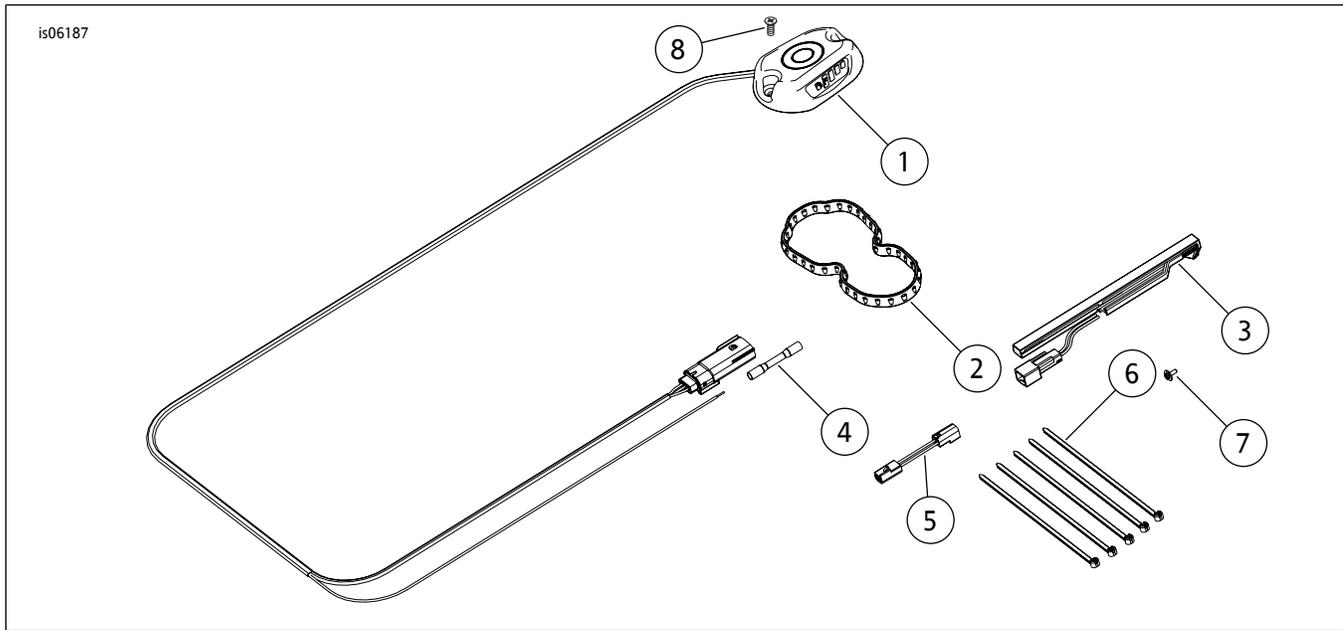

图4。运动者车型燃油表维修零件
参见图4和表1。
- e. 将燃油位传感器线路布设至燃油软管下方, 将燃油位传感器连接至燃油泵模块上的低燃油开关连接器。必要时可使用跳线线束(图4: 项目5)。
5. 参见图4。沿着转弯线路从车把布设燃油表线束，一直到主线束。然后将其布设在线圈支架和主线束盒内部，向后沿主梁一直到座椅盘区域。